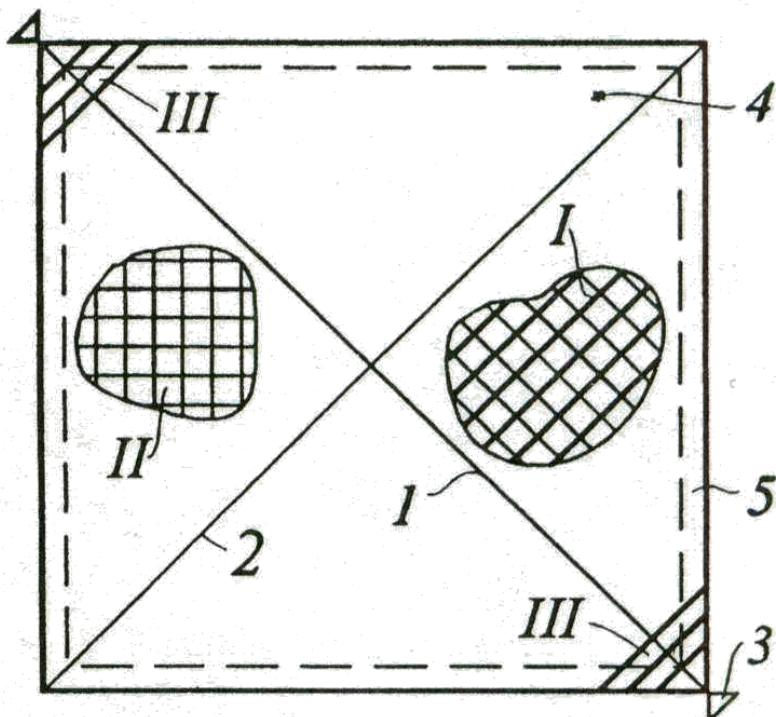

Рис. 6. Схемы армирования гипара:
3. В качестве материалов для возведения оболочки должен применяться бетон классов В20 и выше и проволочная и стержневая арматура. Для армирования поля оболочки используется проволочная арматура класса В400, диаметром от 4 до 6 мм, которая укладывается с шагом 100, 150 или 200 мм. Арматурные стержни могут располагаться как параллельно сторонам основания, так и параллельно диагоналям основания, рис. 6. Для армирования контурных элементов применяется стержневая арматура классов А400 и выше.